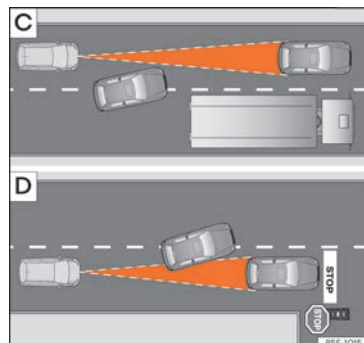

Abb. 143 [C] Fahrspurwechsel eines anderen Fahrzeugs. [D] Abbiegendes und weiteres stehendes Fahrzeug.
- Fahrzeuge, die in geringem Abstand auf die eigene Fahrspur wechseln >>> [Abb. 143]
ACC reagiert nicht auf stehende Fahrzeuge. Wenn z. B. ein von der ACC erfasstes Fahrzeug abbiegt oder aussert und sich vor diesem Fahrzeug ein stehendes Fahrzeug befindet, reagiert ACC nicht auf das stehende Fahrzeug »» (Abb. 143)